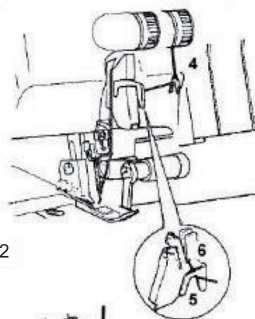

Рис. 22
5. Продолжайте заправлять нитью точки 4-8 (Рис. 22).
**Примечание:** Обязательно протяните нить через верхний путь заправки нитенаправителя в положении «б» (Рис. 22).